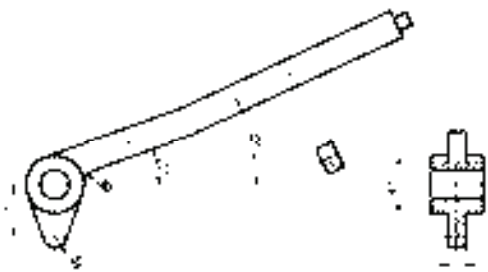

图 6-53 标注角度尺寸
6) 标注角度尺寸。单击“标注”工具栏中的“角度”按钮，对图形进行角度尺寸标注，结果如图 6-53 所示。